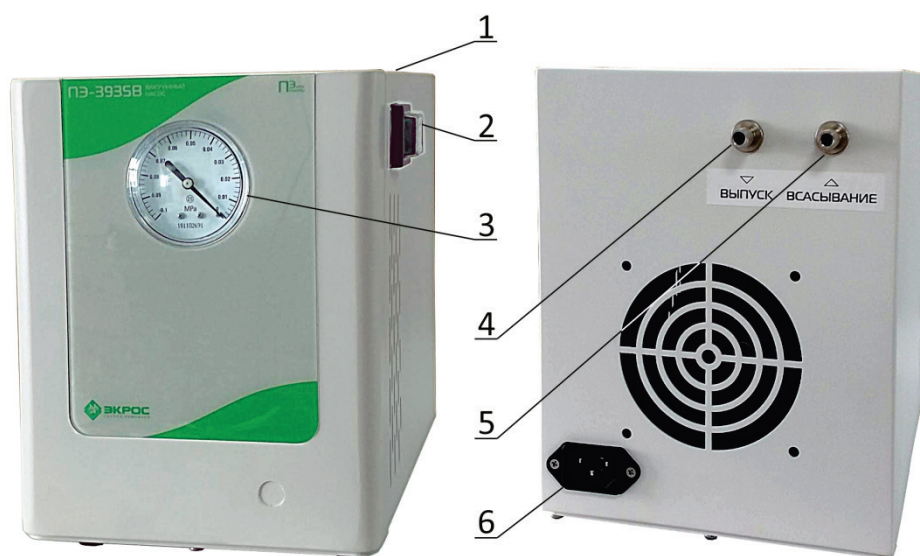

Рисунок 1
- 5.1. Устройство представляет собой сдвоенный мембранный насос, приводимый в действие электродвигателем и размещённый в едином корпусе (Рисунок 1).